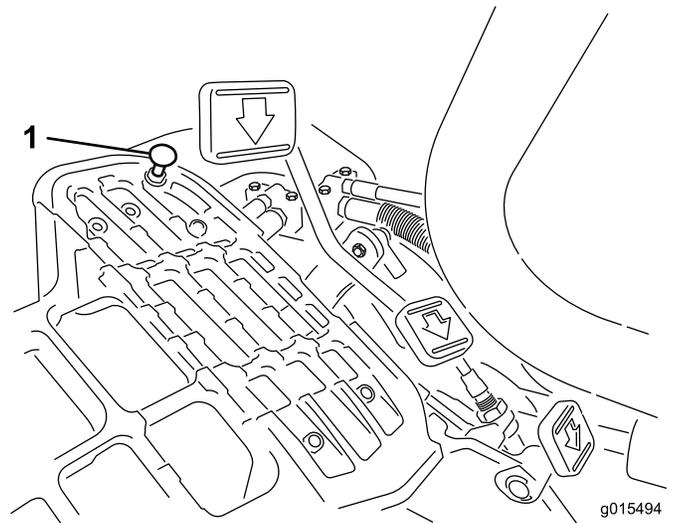

图52
向下踩驱动踏板。如果在拉线感到张紧力之前、踏板接触到限位器图52、则需要进行调整
1. 松开将踏板限位器固定到底板上的凸缘头锁紧螺母图 52。